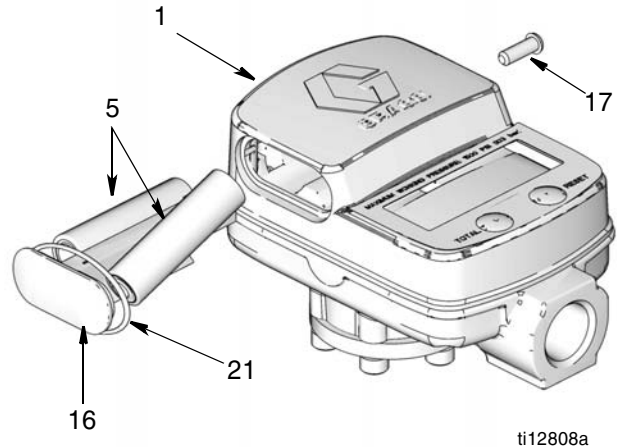

FIG. 13 Extracción de la tapa de las pilas
A menos que se indique otra cosa, consulte FIG. 13 para ver los números de referencia utilizados en las siguientes instrucciones.
5. Coloque la tapa de las pilas (16) en la carcasa del contador (1). Coloque de nuevo el tornillo (17). Verifique que la junta (21) esté en su posición entre la carcasa y la tapa (consulte FIG. 13). Apriete el tornillo con un destornillador sin llevarlo a su tope (17).